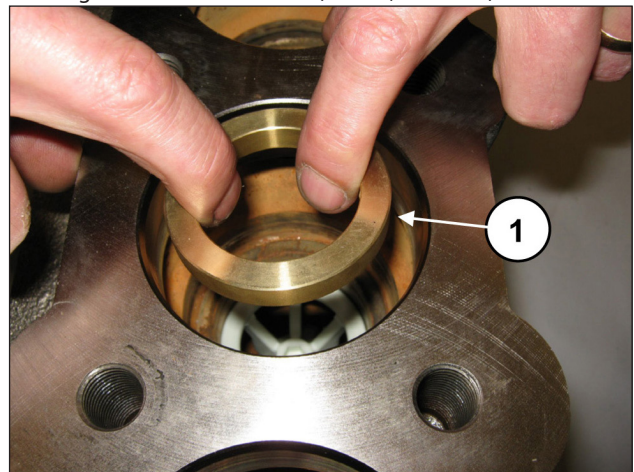
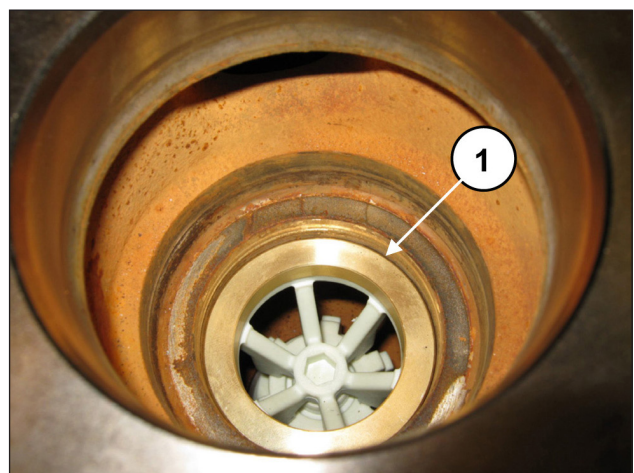

Abb. 115
Abb. 116
Setzen Sie den Distanzring des Ventilsitzes (Pos. ①, Abb. 115) in Anlage auf das Distanzstück (Pos. ①, Abb. 116).